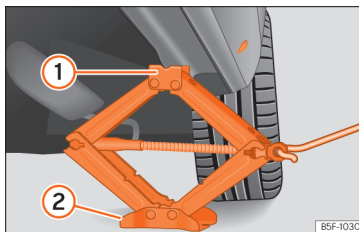

Abb. 41 Längsholm: Wagenheber ansetzen.
- Drehen Sie die Kurbel des unter dem Aufnahmepunkt des Längsträgers befindlichen Wagenhebers*, bis sich die Nase ① » » **Abb. 41** unter der vorgesehenen Einführöffnung befindet.
- Richten Sie den Wagenheber* so aus, dass sein Aufnahmehorn ① in die dafür vorgesehene Aufnahme am Längsträger „greift“ und die bewegliche Grundplatte ② plan auf dem Boden aufliegt. Die Bodenplatte ② muss sich dabei senkrecht unter dem Aufnahmepunkt ① befinden.